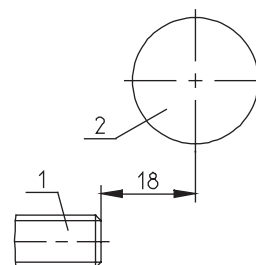
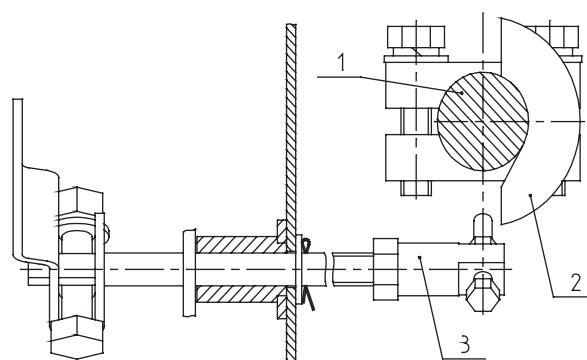
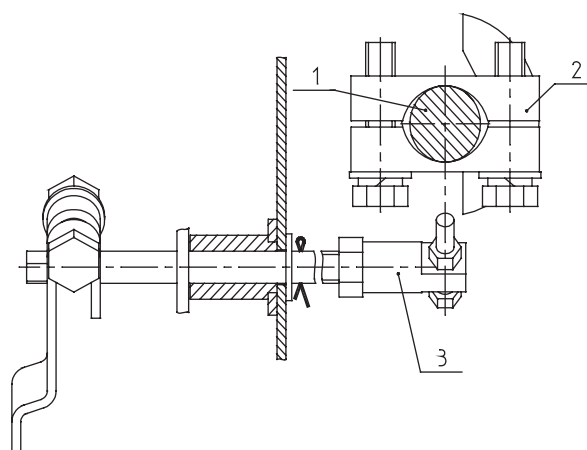

Рисунок 25
Рисунок 26
Рисунок 27
- Укоротить ось рычага 3 (поз. 1 рис. 25), проходящую сквозь ФЛ таким образом, чтобы обеспечить размер 18 ± 1 мм от торца оси вала привода вкатывания ВЭ (поз. 2 рис. 25 и поз. 1 рис. 26 или 27).
- Установить на вал 1 привода вкатывания ВЭ сектор 2, собранный из двух полумуфт. Крепить болтами М10х45. На рис. 26 показан вариант для ВЭ с вращением ручки 8 по часовой стрелке. На рис. 27 показан вариант для ВЭ с вращением ручки 8 против часовой стрелки.